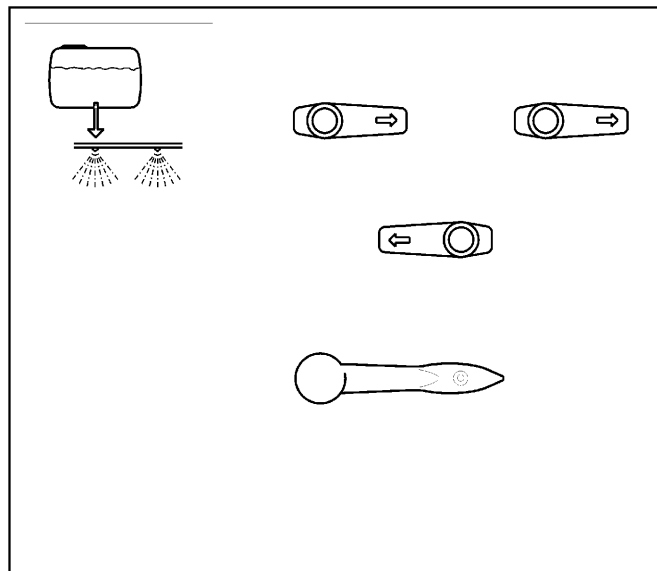

Bild 7.6
- Är behållaren fylld, ställ kranarna enligt (bild 7.6) och koppla ur kraftuttaget.